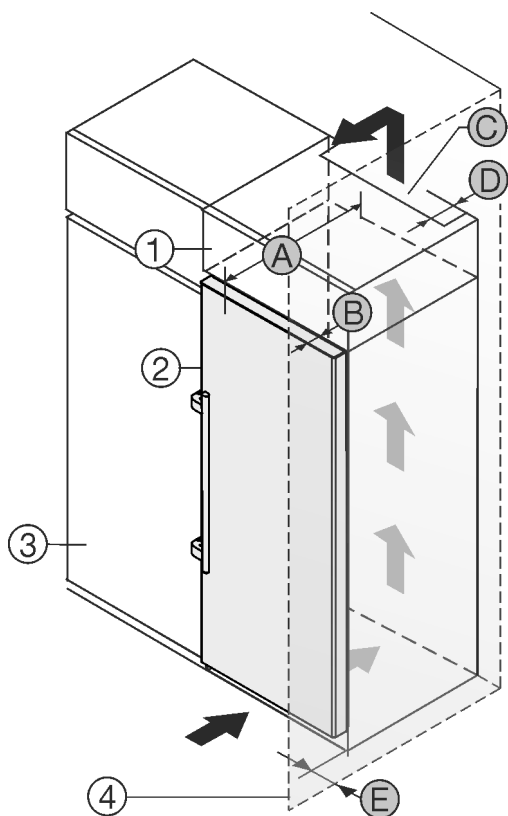

Fig. 24
Устройство может быть окружено кухонными шкафами. Чтобы уравнять устройство Fig. 24 (2) по высоте с кухонной стенкой, можно установить над устройством дополнительный шкафчик Fig. 24 (1).
Установить устройство можно непосредственно рядом с кухонным шкафом Fig. 24 (3). Чтобы можно было полностью открыть двери, устройство должно выступать на глубину Fig. 24 (B) относительно передней стенки кухонного шкафа. В зависимости от глубины кухонных шкафов и использования пристенных распорок устройство может выступать и больше.
- На задней стенке дополнительного шкафчика должен быть вентиляционный канал с глубиной Fig. 24 (D) по всей ширине этого шкафа.
- Нужно соблюдать вентиляционное отверстие Fig. 24 (C) под нижней панелью.
Если устройство установлено на шарнирах у стены Fig. 24 (4), то нужно соблюдать расстояние Fig. 24 (E) между устройством и стеной. Настолько выступает ручка при открытой дверце.